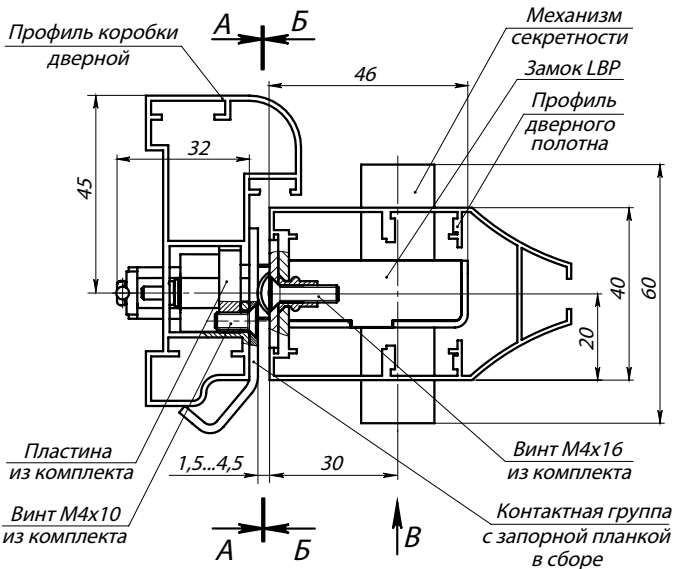

Рис. 2. Замок с контактной группой PERCo- BP1 в сборе (виды А, Б и В изображены на установочных шаблонах)
- профили дверного полотна Т34, Т53, Т81, Т85 и профиль дверной коробки Т72-14 (ООО «Петралюм»), или аналогичные им по своему сечению (см. рис. 2).
3. Для замка с запорной планкой **PERCo-BP1**. Установите замок (1) в заранее подготовленный паз в профиле дверного полотна и закрепите его двумя винтами M4x16 (5) из комплекта поставки (см. рис. 2).
- Для запорной планки **PERCo-BP1**. В профиль дверной коробки установите две пластины из комплекта поставки и зафиксируйте их винтами M4x10 (см. рис. 2). Установите запорную планку (6) в сборе с контактной группой (7) в заранее подготовленный паз в профиле дверной коробки. Закрепите запорную планку двумя винтами M4x10 (9) из комплекта поставки.
- Для запорной планки **PERCo-BP2**. Установите запорную планку (6) в сборе с контактной группой (7) в заранее подготовленный паз в профиле дверной коробки. Подложите под точки крепления запорной планки стойки из комплекта, после чего закрепите ее на профиле дверной коробки двумя винтами M4x25 (9).